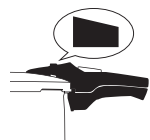

Fig. 13
- Cuando el indicador de presión esté en la posición inicial y el pasador ya no sea visible, se habrá liberado toda la presión de la olla a presión y podrá abrirla (Fig. 13).